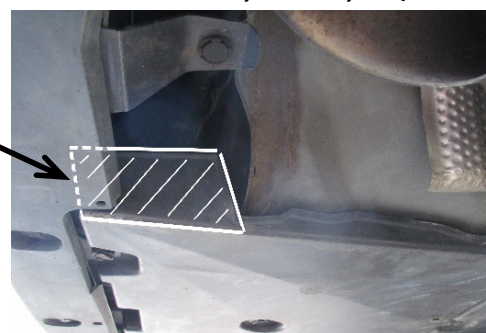

Figure 2
- Abaisser le silencieux** – À l'aide d'une pince pour échappement, abaisser le silencieux en enlevant un (1) support en caoutchouc le plus à l'arrière et un (1) support en caoutchouc le plus à l'avant. La vaporisation d'un lubrifiant ou d'eau savonneuse sur les supports en caoutchouc facilite leur extraction des tiges métalliques. **REMARQUE : Veiller à supporter l'échappement avant d'enlever les supports en caoutchouc.**
- Enlever la ferrure de support d'échappement** – À l'aide d'une douille 19 mm, retirer deux (2) boulons de la ferrure de support d'échappement côté passager. Conserver la ferrure d'échappement et les boulons pour réutilisation lors de l'installation de l'attelage.
- Enlever le panneau de soubassement** – À l'aide d'un tournevis à lame plate et d'une douille 10 mm, retirer six (6) rivets-poussoirs, un (1) écrou hexagonal, et dévisser quatre (4) fixations de panneau filetées dans le bas du panneau.
- Enlever la ferrure de support d'échappement** – À l'aide d'une douille 19 mm, retirer deux (2) boulons de la ferrure de support d'échappement côté passager. Les boulons seront utilisés pour l'installation de l'attelage. Remettre le support d'arrimage au propriétaire du véhicule.
- Découper le panneau de soubassement** – À l'aide d'un ruban à mesurer, d'un marqueur et d'un couteau utilitaire, mesurer, marquer et découper le panneau de soubassement comme illustré aux **Figures 2 et 3**.
5a. Découper le panneau de soubassement – À l'aide d'un ruban à mesurer, d'un marqueur et d'un couteau utilitaire, mesurer, marquer et découper le panneau de soubassement comme illustré aux **Figures 2 et 3**.
5b. Découper le panneau de soubassement – À l'aide d'un ruban à mesurer, d'un marqueur et d'un couteau utilitaire, mesurer, marquer et découper le panneau de soubassement comme illustré aux **Figures 2 et 3**.